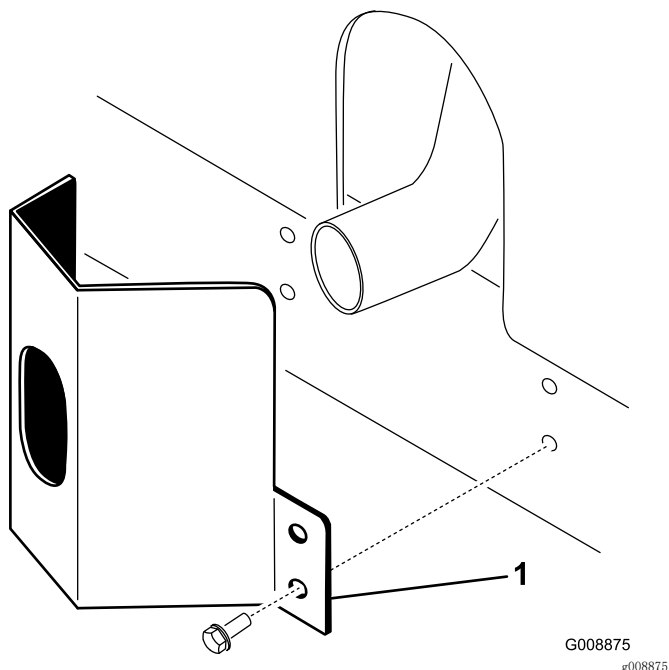

图 11
1. 将排气护罩放到消声器旁边，同时将安装孔与机架中的孔对齐（图 11）。
2. 用 4 个自攻螺丝将排气护罩固定到机架上（图 11）。